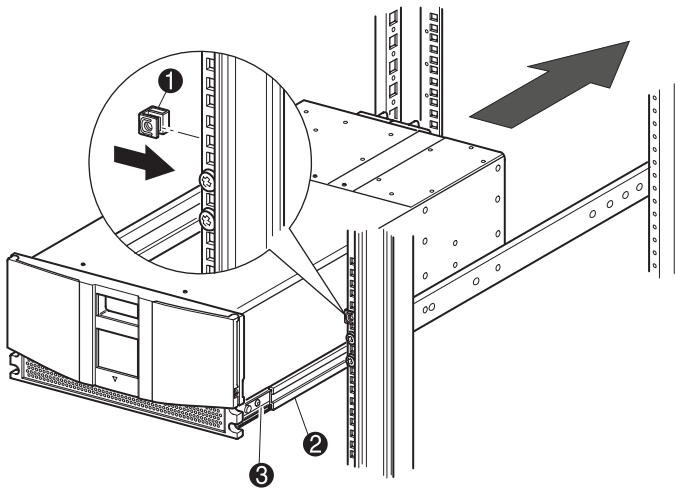

Figura 2-4. Instalación de la biblioteca
3. Cuando haya alineado dos unidades de bastidor sobre los tornillos de soporte de riel, instale las dos tuercas de alojamiento deslizantes en cada uno de los rieles frontales verticales del receptáculo de almacenamiento (consulte la Figura 2-4).
5. Inserte con cuidado los rieles deslizantes interiores de la biblioteca en los rieles deslizantes intermedios extendidos (consulte la Figura 2-4).